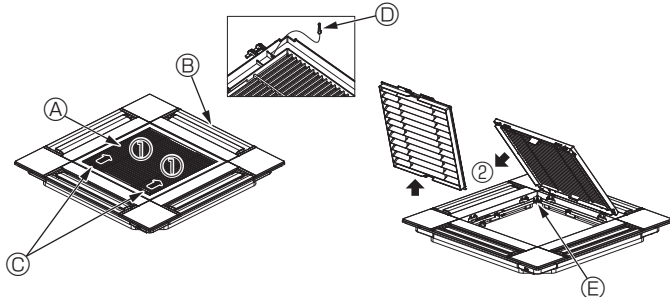

Fig. 10-3
10.2.1. Демонтаж забірної решітки (Fig. 10-3)
- Перемістіть важелі в напрямку, вказаному стрілками ① щоб відкрити забірну решітку.
- Коли забірна решітка буде у «відкритому» положенні, зніміть петлю решітки впуску з решітки, як показано стрілками ②.